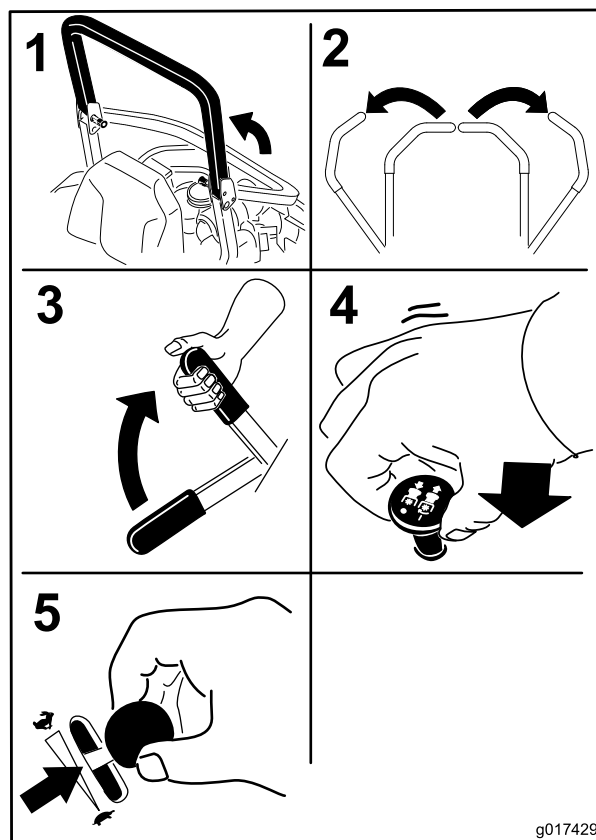

Figura 18
4. Spostate il comando delle lame (PDF) in posizione Off (Figura 18).